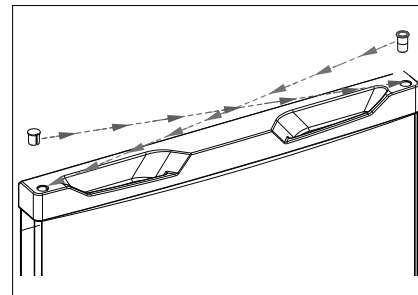

Abb. 9
- ▶ Setzen Sie den Blindstopfen in die Bohrung auf der rechten Seite (Abb. 9).